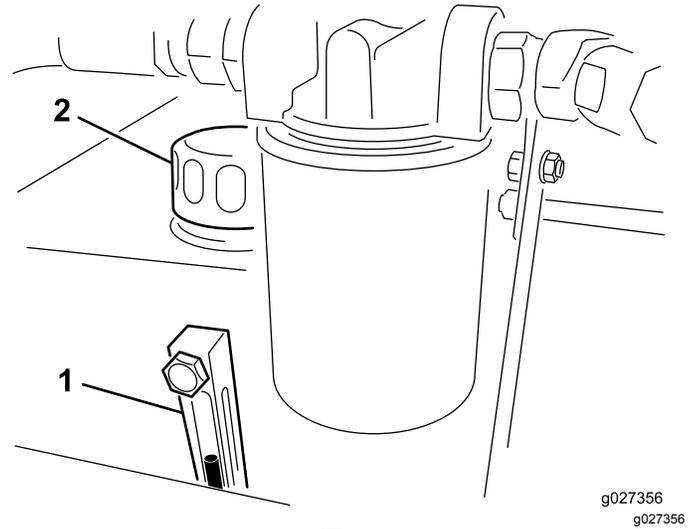

图4
2. 通过查看视镜来检查液压油的油位图4。如果液压油升到油位表的中间位置表明油位足够。